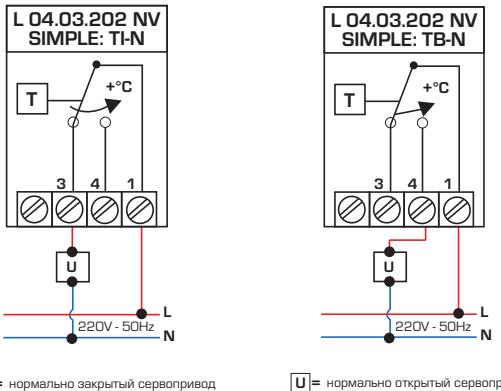

Рис. 1.4.
На рис. 1.4 приведены схемы электрических соединений термостата.
5. Осуществить электрическое подключение (рис. 1.4) и закрыть термостат, установив крышку корпуса и ручку управления на место. До установки ручки можно ограничить температурный диапазон регулирования, вставив штифты-фиксаторы соответствующим образом.